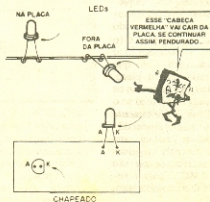

Fig. 6
- FIG. 6 - Os LEDs (já falamos alguma coisa sobre eles, e serão objeto de "Aula" específica, num dos próximos números de ABC) podem tanto ser montados e ligados diretamente na placa, quanto fora dela (eventualmente até ligados à placa via par de fios, no comprimento necessário...). A figura ilustra as estilizações usadas por ABC, nos "chapeados", enfatizando-se que, por tratar-se de componente polarizado, a identificação dos seus terminais sempre acompanha a codificação visual da peça. Lembrar que o pequeno chanfro lateral (seta) indica a posição do terminal de catodo ("K") e essa referência é sempre nitidamente usada nas figuras...